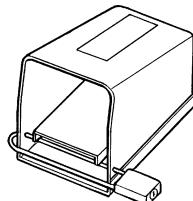

Figure 1 – Pédale bloquée
8. **Bloquez la pédale de commande lorsque vous ne vous en servez pas. (Figure 1)** Cela évitera les démarriages accidentels.